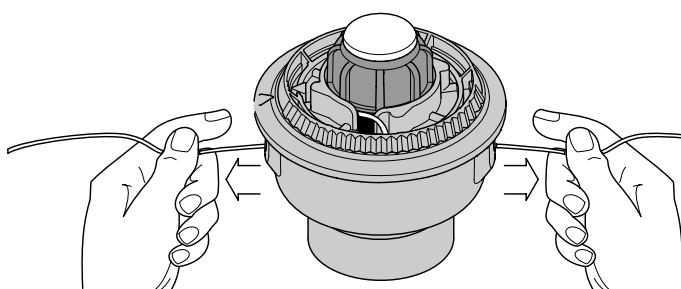

Fig. 23
9. Si el bobinado de la línea se torna dificultoso o la línea se enreda, tire de los extremos de la línea de la bobina. Continúe bobinando el carrete interior en sentido antihorario (Fig. 23).
4. Sostenga el carrete interior en su lugar e instale la botón de tope, el resorte y el sello de espuma presionando y girando la botón de tope en sentido horario. Tome los extremos y tire con firmeza para soltar la línea de las ranuras de fijación en el carrete interior (Fig. 23).
Si el SpeedSpool® no suelta línea en forma correcta, tire firmemente de los extremos de la línea de la bobina (Fig. 23). Si al hacer esto la línea no se suelta, siga las instrucciones de *limpieza del SpeedSpool®* a continuación.